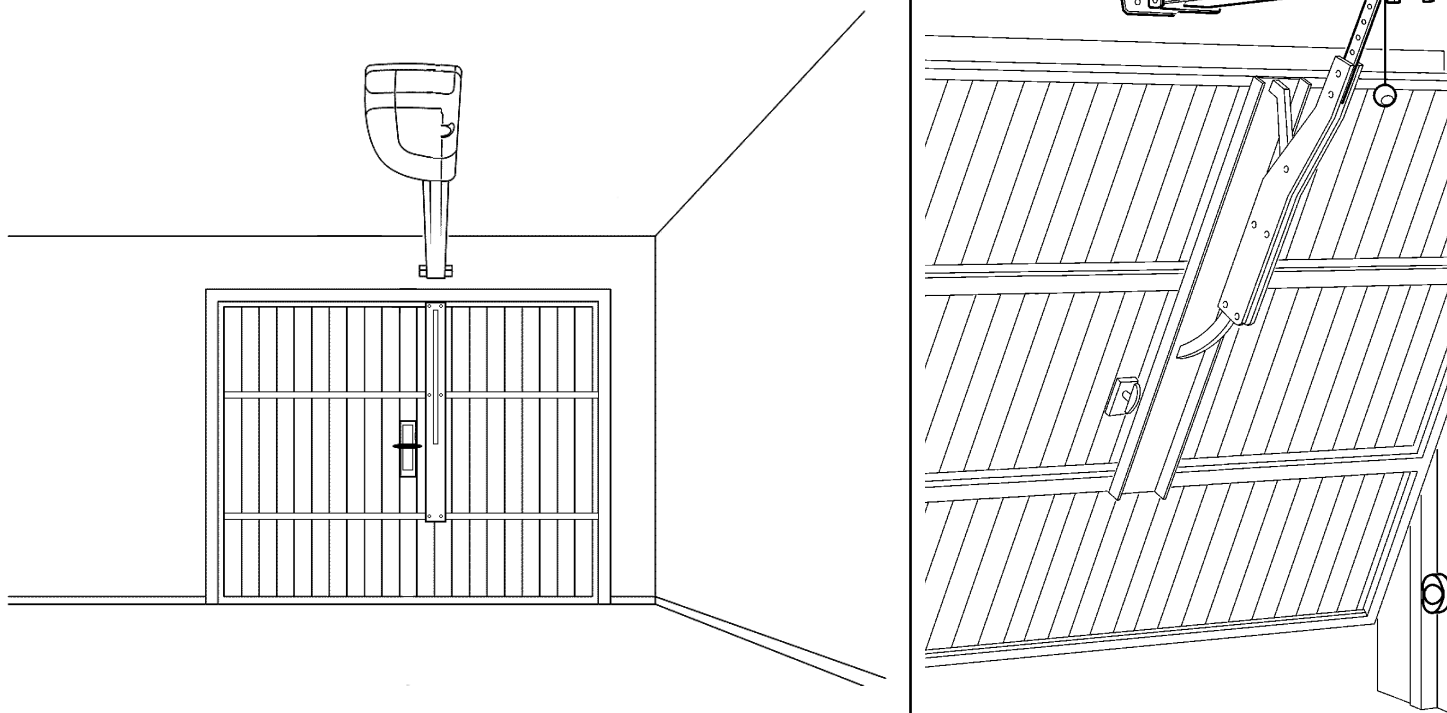

Figura 11
• E' consigliabile fissare il motoriduttore in corrispondenza del centro del portone, ma è consentito un leggero scostamento. Ad esempio per montare il BRACCIO OSCILLANTE a lato della maniglia (Figura 11).
Se il portone da automatizzare è di tipo basculante (sia a contrappesi che a molle) è necessario installare l'apposito BRACCIO OSCILLANTE GA1 che potrà essere montato a lato della maniglia (Figura 11).